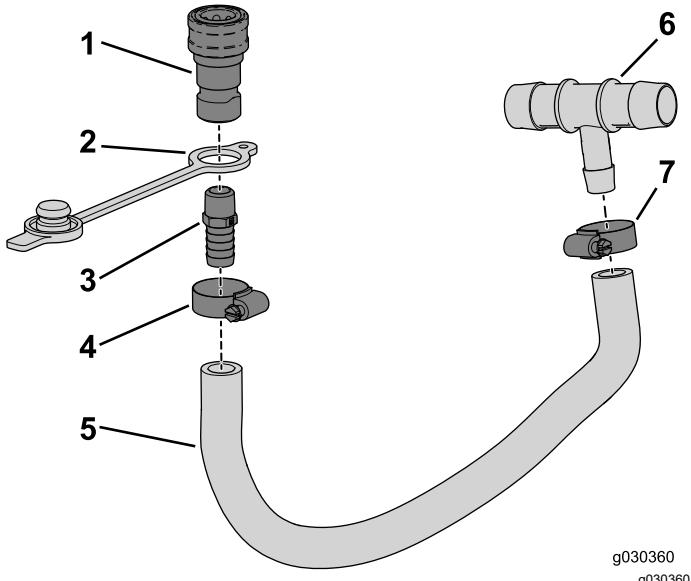

Bild 9
2. Setzen Sie den Staubdeckel auf das Gewindeende des geraden Anschlussstückes (**Bild 9**).
3. Schrauben Sie das gerade Anschlussstück (¾" NPT x 0,625 Zahnung) in die Buchse (**Bild 9**).
6. Stecken Sie das gezahnte Ende des Teils in den Schlauch und befestigen es mit der Schlauchklemme (½" x 1¼"), wie in **Bild 9** abgebildet.
7. Stecken Sie das gezahnte Ende des T-Anschlussstücks in den Schlauch und befestigen es mit der Schlauchklemme (½" x 1¼"), wie in **Bild 9** abgebildet.
1. Nehmen Sie die Kappen ab, mit denen die Löcher im Stützrohr abgedeckt sind (Bild 9).